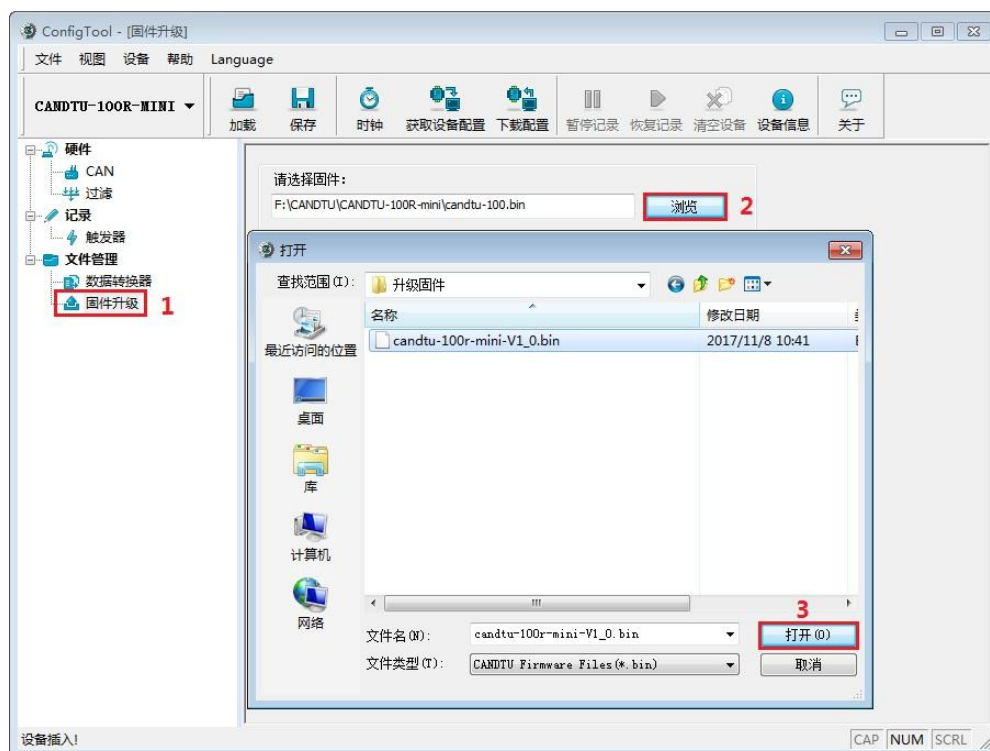

图 6.2 选择固件
- 2) 在配置工具左边的选项栏中选择“固件升级”，在配置工具的主界面中选择“浏览”，找到需要升级的固件并打开，如图 6.2 所示。